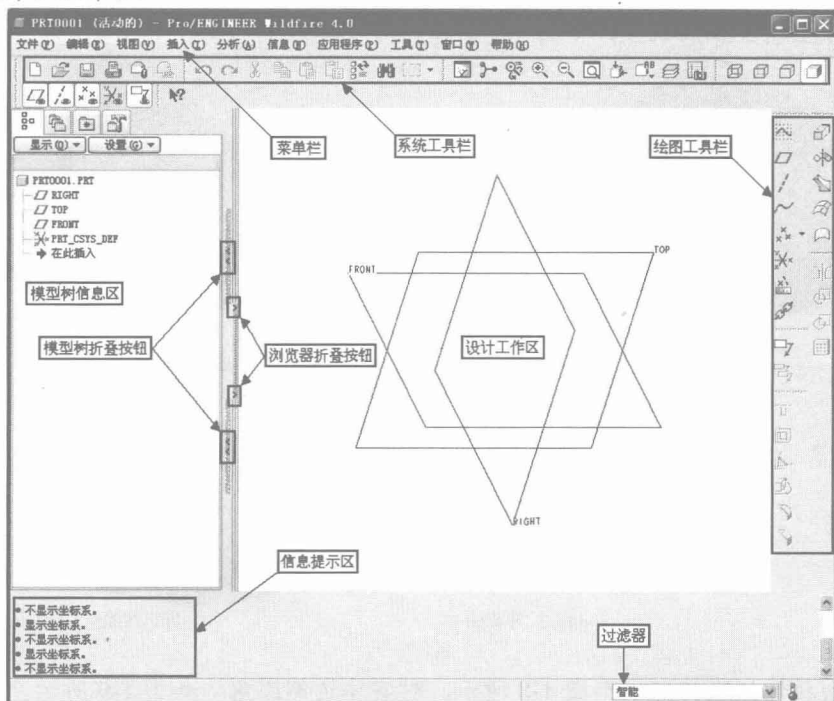

图1-2
1. 双击 Windows 视窗桌面上的  图标，启动 Pro/ENGINEER Wildfire 4.0 软件，其视窗界面如图 1-2 所示。